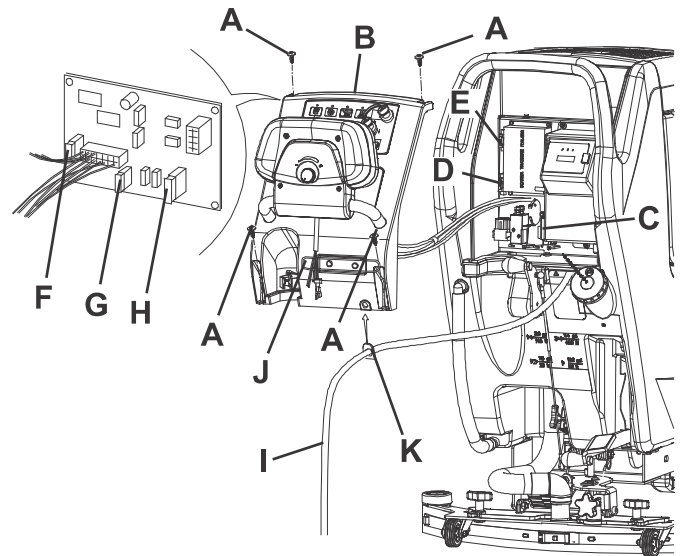

Abbildung 11
1. Batteriestecker (12) trennen.
2. Schmutzwasserablassrohr (16) verschieben.
3. Falls erforderlich, das Kabel des Ladegerätes (I, Abb. 11) vom Halter (J) entfernen.
4. Schrauben (A) entfernen, den kleinen Gummi (K) aus dem Sitz der Bedienfeldplatte (B) herausnehmen und Bedienfeldplatte (B) vorsichtig abnehmen.